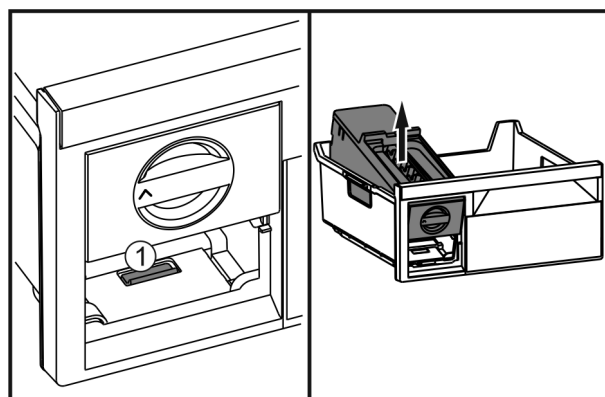

Fig. 42
- ▶ Stlačte západku Fig. 42 (1), EasyTwist-Ice zezadu zvedněte a vyjměte z mrazicí zásuvky.